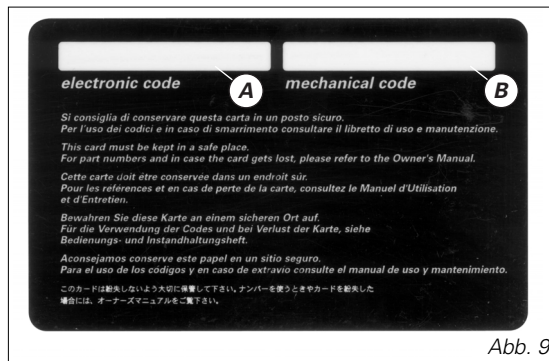

Abb. 9
A) (Abb. 9) der elektronische Code, der im Fall einer Motorblockierung bzw. einer mangelnden Zündung nach einem **Key-ON** zu verwenden ist.
B) (Abb. 9) der mechanische Schlüsselcode, den Sie beim Kundenservice der DUCATI angeben müssen, falls Sie Ersatzschlüssel benötigen.